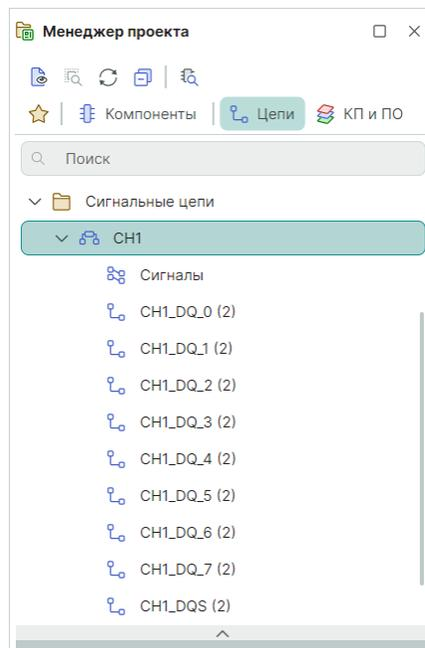

Рис. 397 Отображение в панели «Менеджер проекта» существующих сигнальных цепей
4. В панели «Менеджер проекта» → «Цепи» → «Сигнальные цепи» отображаются все существующие сигнальные цепи, см. Рис. 397.